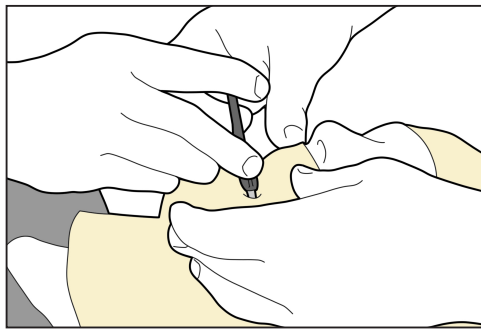

Fig. 12
3. Inserire la piastra del morso attraverso la maschera e nella bocca del paziente mentre la maschera è ancora modellabile (Fig. 12).
4. Utilizzare la guida per inserire la piastra del morso alla profondità corretta (Fig. 12).